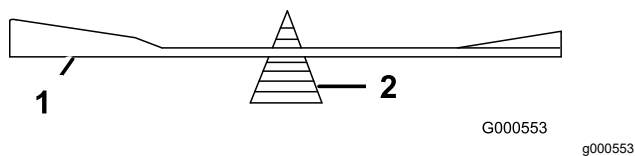

Figura 80
2. Controllate l'equilibrio della lama posizionandola su un bilanciatore (Figura 80).